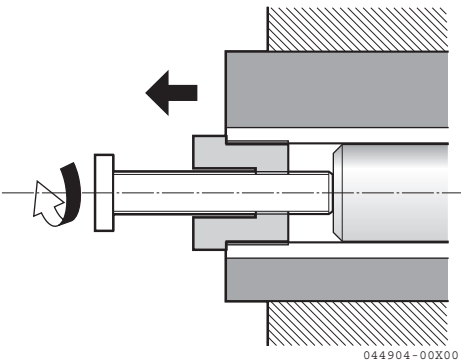

Figura 15
*Nota: Al sustituir un rotor usado por uno nuevo, el rotor debe tener una rosca de M16 × 2 (**Figura 15**). Gire el lado de la rosca M16 del rotor hacia el lado de la cubierta e instálelo.*